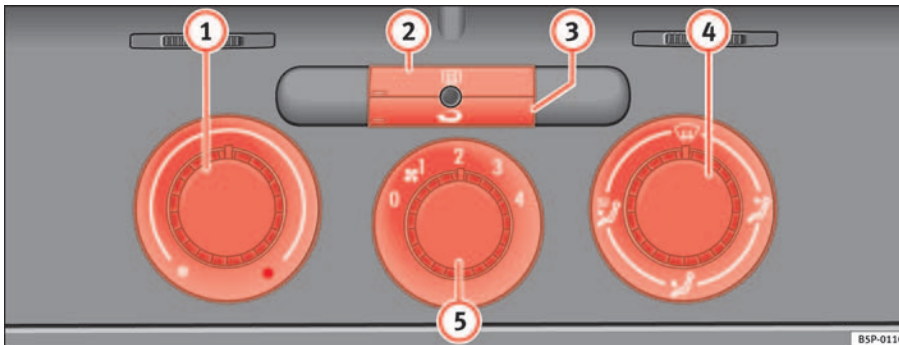

Abb. 122 In der Instrumententafel: Bedienelemente der Heizung
- Mit den Reglern ⇒ Abb. 122 ① und ④ und mit dem Schalter ⑤ stellen Sie die Temperatur, die Luftverteilung und die Gebläsestufe ein.
- Drücken Sie die jeweilige Taste ② bzw. ③, um eine Funktion ein- oder auszuschalten. Bei einer eingeschalteten Funktion leuchtet das Fenster unten links an der Taste auf.